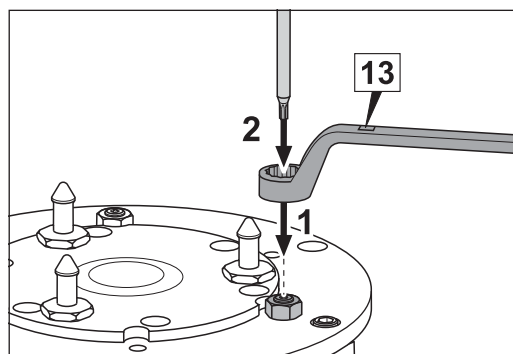

Abb. 42 Den Ringschlüssel an der Mutter einer Einstellschraube ansetzen (1) und den TORX-Schraubendreher in den Gewindeschacht der Einstellschraube stecken (2).
- 3 Setzen Sie den Ringschlüssel aus der Werkzeugtasche (Schlüsselweite 13 mm) an der Mutter einer Einstellschraube an (Abb. 42, 1).
- 4 Stecken Sie den TORX-Schraubendreher T15 aus der Werkzeugtasche in den Gewindeschacht der Einstellschraube (Abb. 42, 2).